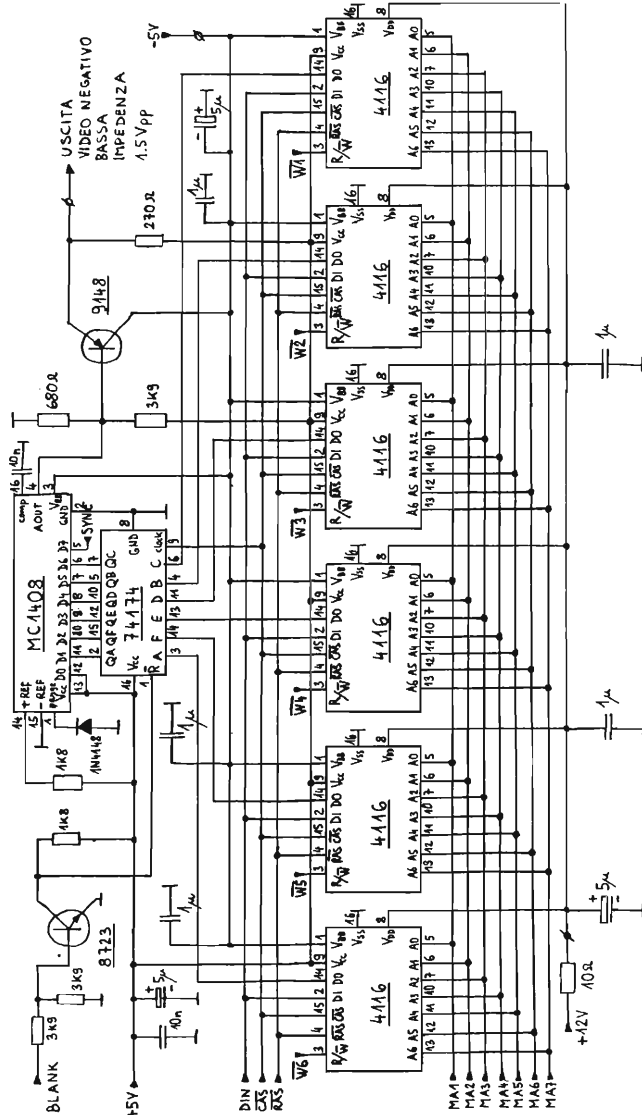

figura 12
In questo momento ha anche inizio il ciclo di trascrizione dalla memoria buffer nella memoria principale, che dura 8 linee TV. Il 4029 contatore dei bit è fatto avanzare dal clock di linea TV (HC), durante ogni linea (prime 6 linee delle 8 linee del ciclo) viene copiato nella memoria di quadro un bit di ogni elemento dell'immagine. Per primi vengono copiati i MSB di ogni elemento dell'immagine nella prima memoria 4116 (vedi figura 12), quando il segnale $\overline{W1}$ è a livello logico basso.
Nei circuiti vengono impiegate 6 memorie 4116, che memorizzano 128 linee di 128 elementi ciascuna con 6 bit per elemento d'immagine (vedi figura 12). In fase di lettura i 6 bit vengono letti in parallelo e inviati al latch 74174, il quale memorizzerà i dati durante il seguente ciclo di lettura. Il 74174 passa i dati poi al convertitore D/A MC1408 (MC1508). Lo MC1408 è un convertitore D/A a 8 bit. Al bit più significativo (D7) vengono inviati gli impulsi di sincronismo TV. Ai seguenti 6 bit vengono inviati i dati dal latch 74174 e il bit meno significativo (D0) non viene utilizzato. L'uscita analogica dello MC1408 è un generatore di corrente, questa corrente è una frazione (determinata dagli ingressi digitali) della corrente che scorre nell'ingresso + REF. Un amplificatore operazionale interno al-
mo di corrente continua dalla V_{BB} è dell'ordine di pochi microampere, però in funzionamento scorrono forti correnti capacitive e perciò anche la V_{BB} deve essere bene bypassata. La resistenza da $10\ \Omega$ in serie all'alimentazione V_{DD} delle memorie (figura 12) serve per proteggere i circuiti TTL nel caso di cortocircuito tra le linee V_{DD} e V_{CC} , vicinissime sullo stampato.